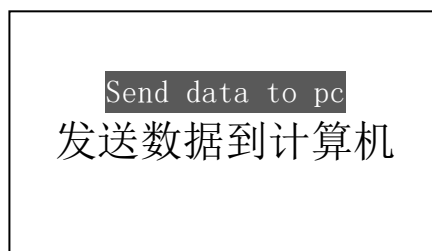

图 46
- c. 按  键确认发送数据，屏幕显示：发送数据到计算机，发送完成有蜂鸣声提示，返回菜单状态，显示如图 46：